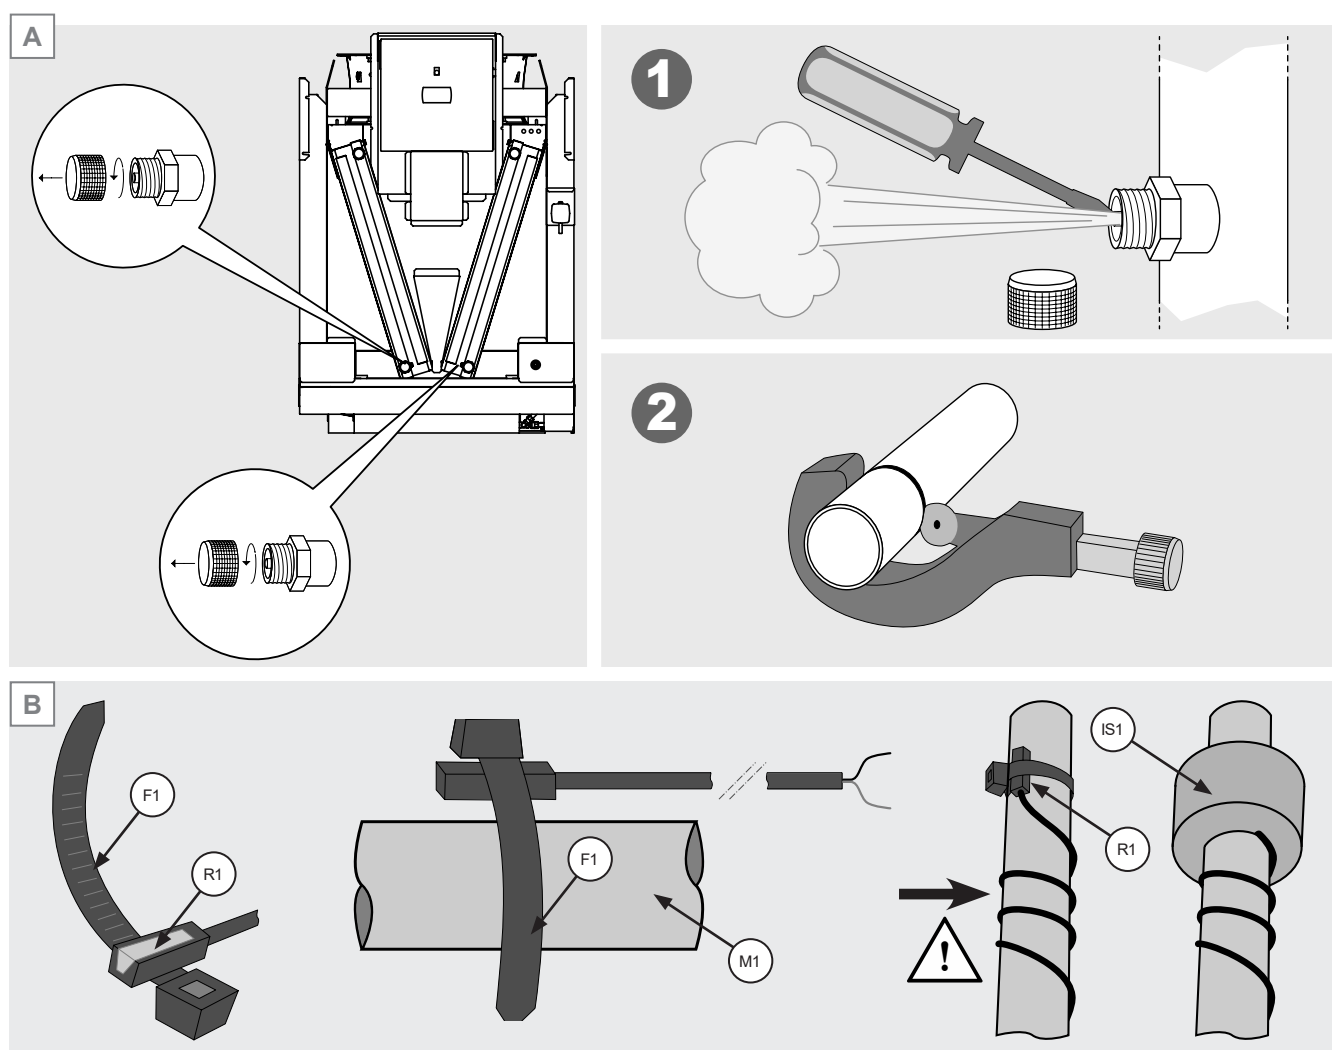

Figura 10
- 6.13 Antes de cortar los manguitos de entrada y/o salida (modelos AVK, AVS), descargue la presión de precarga (unos 29 psi) del intercambiador. Ver la Figura 10 A.
- 6.14 Sólo para los modelos de enfriadores de gas: es responsabilidad del cliente instalar las sondas de temperatura en los manguitos de salida del intercambiador de calor. Las sondas constan de una abrazadera (F1) que soporta el detector (R1): la abrazadera debe fijarse al manguito (M1) y el cable eléctrico (C1) debe enrollarse con 2 espiras en el propio tubo. Aislar térmicamente la sonda con el aislamiento adecuado (IS1). Ver la Figura 10 B.